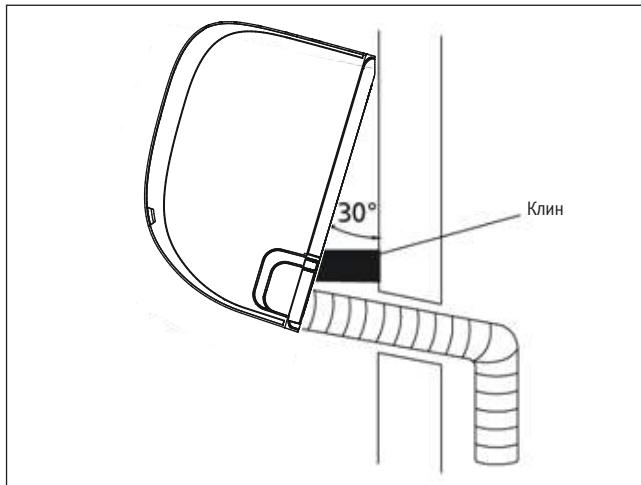

Рис. 17.
Необходимо проверить комплектность всех элементов в связке в соответствии с **рис. 17**.
2. Для поддержания блока необходимо использовать скобу или клин, это обеспечит достаточно пространства для подключения труб подачи хладагента, сигнального кабеля и сливного шланга. Пример показан на **рис. 17**.